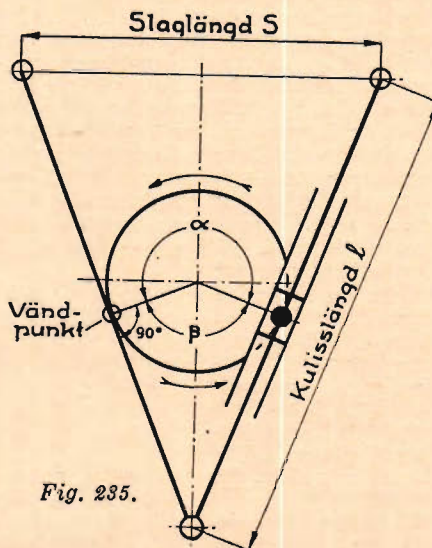

Fig. 235.
- 1) Mät upp avståndet l (fig 235) mellan kulissens svängcentrum och drivaxelns centrum.